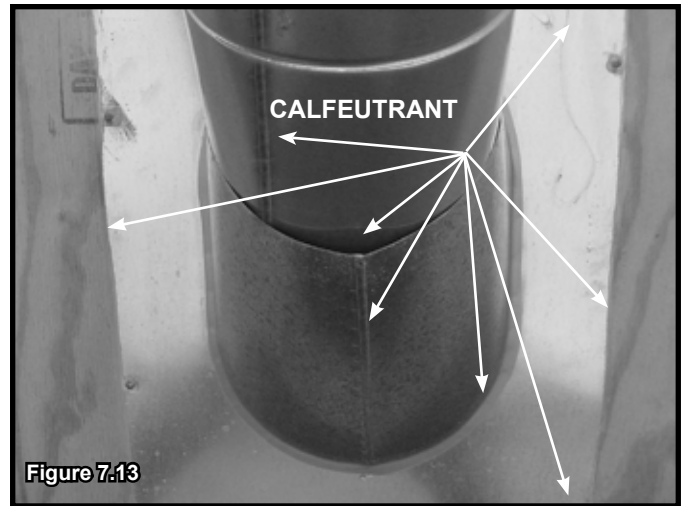

Figure 7.13
- Glissez le solin en tôle galvanisée sur le conduit qui sort du toit, tel que montré à la figure 7.13.
- Calfeutrez le périmètre du solin, là où il entre en contact avec la surface du toit. Voir la figure 7.13.